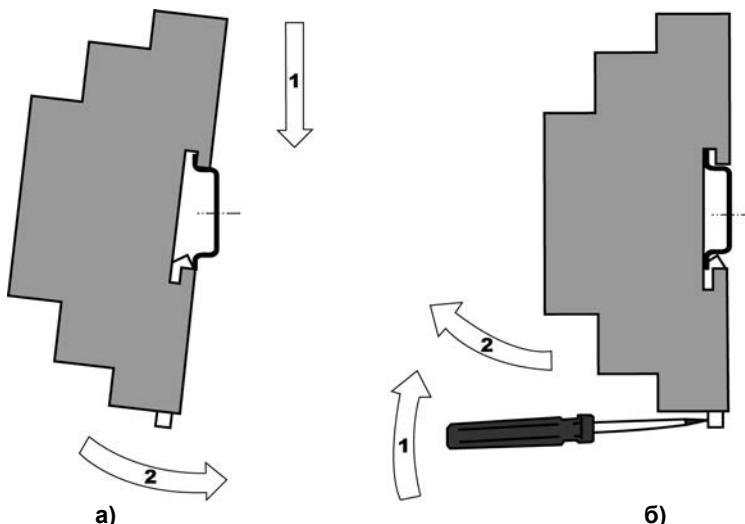

Рисунок 6.1 – Монтаж контроллера с креплением на DIN-рейку
4. Для съема контроллера с DIN-рейки в проушину защелки вставляется острое отвертка (см. рисунок 6.1 б)), и защелка отжимается по стрелке 1, после чего контроллер отводится от DIN-рейки по стрелке 2. При съеме ПЛК63 две защелки отжимаются одновременно.